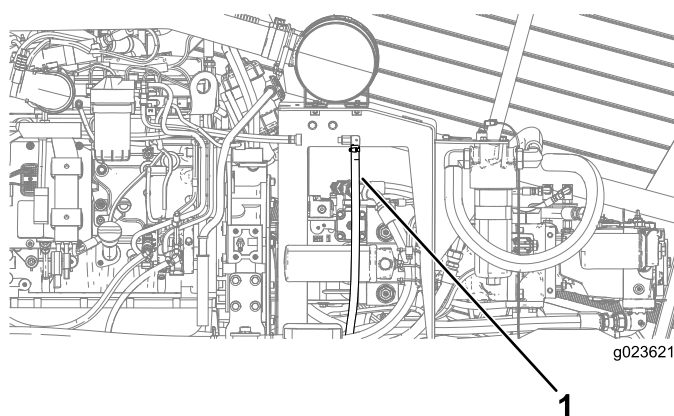

Figura 83
3. Tire suavemente hacia fuera del tubo de ventilación del cárter (Figura 83).
4. Limpie el extremo del tubo de ventilación del cárter (Figura 83).